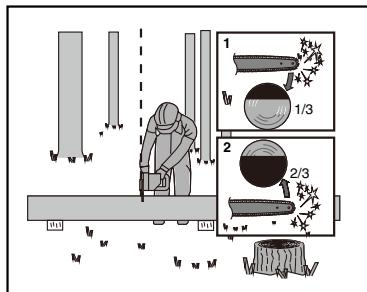

Fig. 5
Wanneer de stam aan één kant wordt ondersteund, zoals in Afbeelding 5, zaagt u 1/3 van de diameter vanaf de bovenkant (overbuck) (1). Maak dan de uiteindelijke zaagsnede door (2) het onderste 2/3 vanaf de onderkant te zagen om de eerste zaagsnede te ontmoeten.